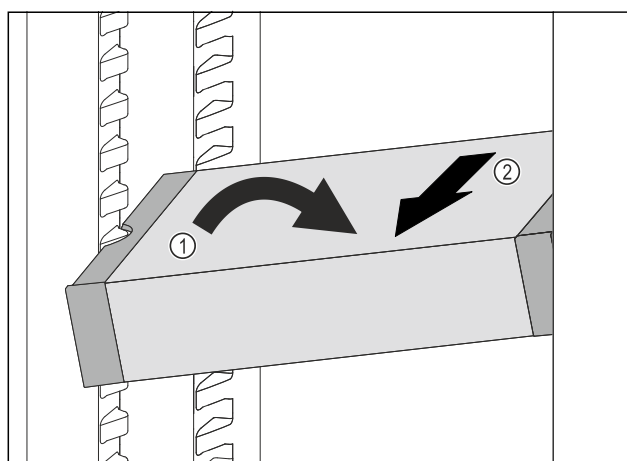

Fig. 145
- VarioSafe postavte v chladničce šikmo. Fig. 145 (1)
- VarioSafe odeberte směrem dopředu. Fig. 145 (2)